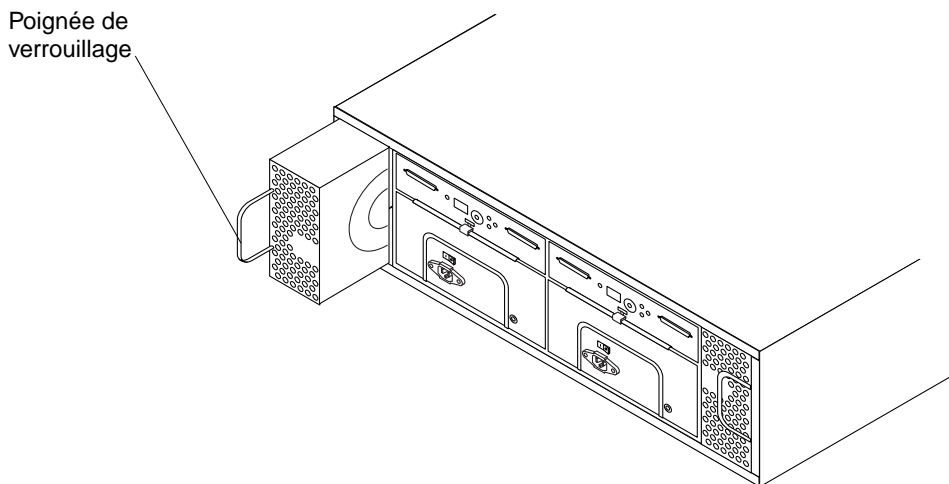

FIGURE 4-4 Retrait et remplacement d'une unité de refroidissement
1. Libérez la poignée de verrouillage puis sortez l'unité de refroidissement (FIGURE 4-4).